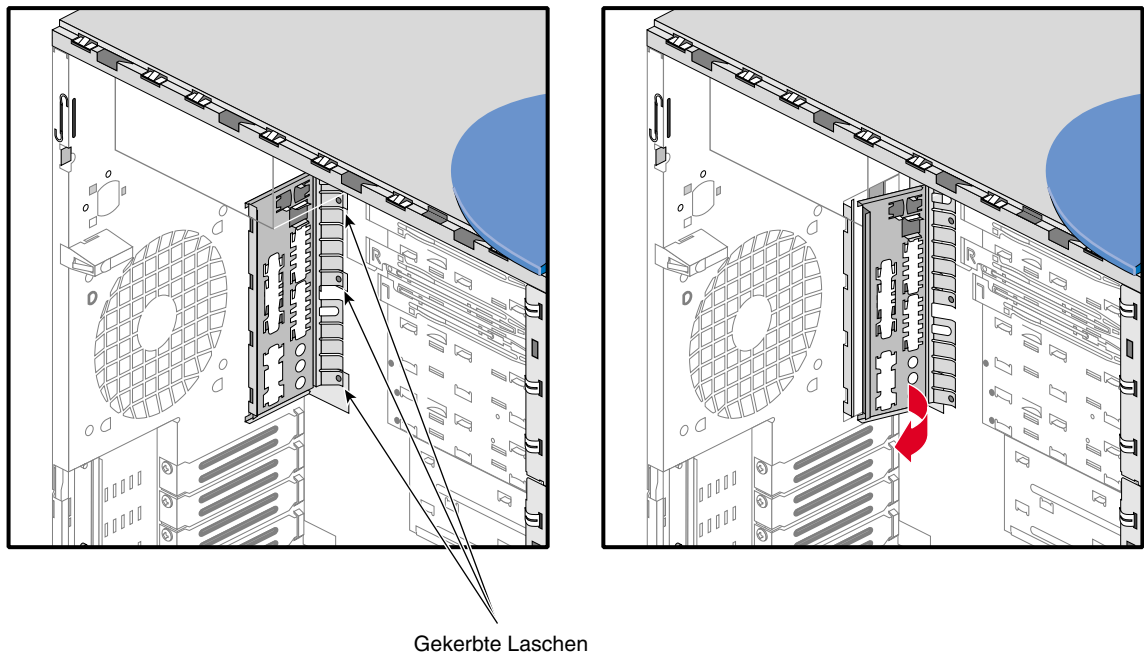

Abbildung 2-26 Abnehmen der E/A-Anschlussfeldblende
3. An der Unterseite der E/A-Anschlussfeldblende befinden sich drei gekerbte Laschen (siehe Abbildung 2-26).